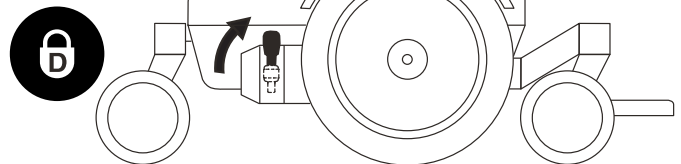

Bild 2. Bedienung der manuellen Freilaufhebel
1. Beide manuellen Freilaufhebel herunterdrücken um in den Freilauf zu gelangen (Antriebsmotoren ausgekuppelt). **Siehe Bild 2.**
2. Beide manuellen Freilaufhebel hochziehen, um in den Fahrmodus zu gelangen (Antriebsmotoren eingekuppelt). **Siehe Bild 2.**